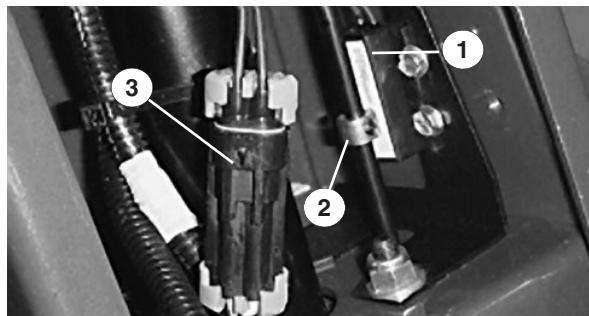

Bild 32
3. Klemmen Sie die Schalteranschlussklemme vom Kabelbaum ab (Bild 32).
5. Lockern Sie die Maschinenschraube, die den Kranz an der Feststellbremsstange absichert (Bild 32).
6. Bewegen Sie den Kranz an der Stange langsam, bis er mit dem Fadenkreuz am Schalteretikett abgestimmt ist (Bild 32). Ziehen Sie die Kranzbefestigungsschraube fest.